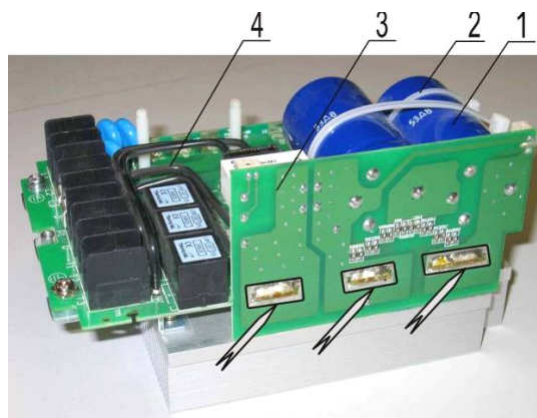

Рис. 7.9
7.4.1. Установить плату конденсаторов (3), совместив отверстия платы конденсаторов с контактами платы драйверов (4) (рис. 7.9).
7.4.2. Закрепить конденсатор (1) стяжкой (2) к держателю конденсатора (рис. 7.9.) и скрепить другой стяжкой два конденсатора между собой (рис. 7.9). Отрезать хвосты стяжек у замков.
7.4.3. Паять три контакта платы конденсаторов (4) к контактным площадкам платы драйверов (3) (рис. 7.9).